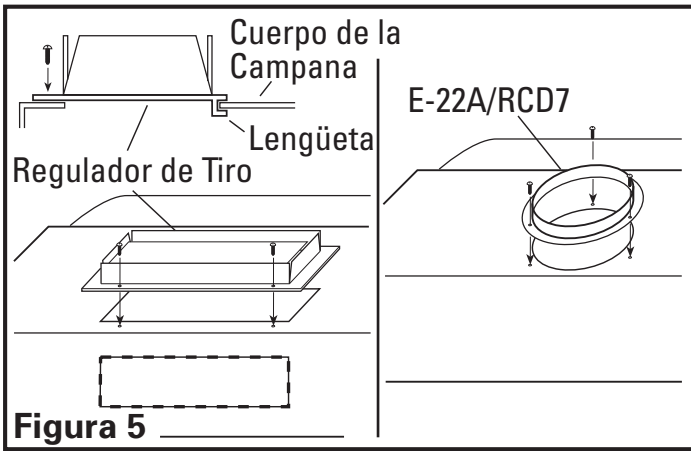

Figura 5
- Para tuberías de 3-1/4" x 10" verticales u horizontales, instale la montura del regulador de tiro en la campana deslizando la sección con lengüetas debajo del cuerpo de la campana y asegurándola con los dos tornillos provistos. Cerciórese que el regulador abra libremente antes de mover al próximo paso. Para tubos redondos de 7", asegure un Collar para Tubos modelo E-22a o RCD7 (no incluidos) a la campana con los tres tornillos provistos (**Figura 5**).